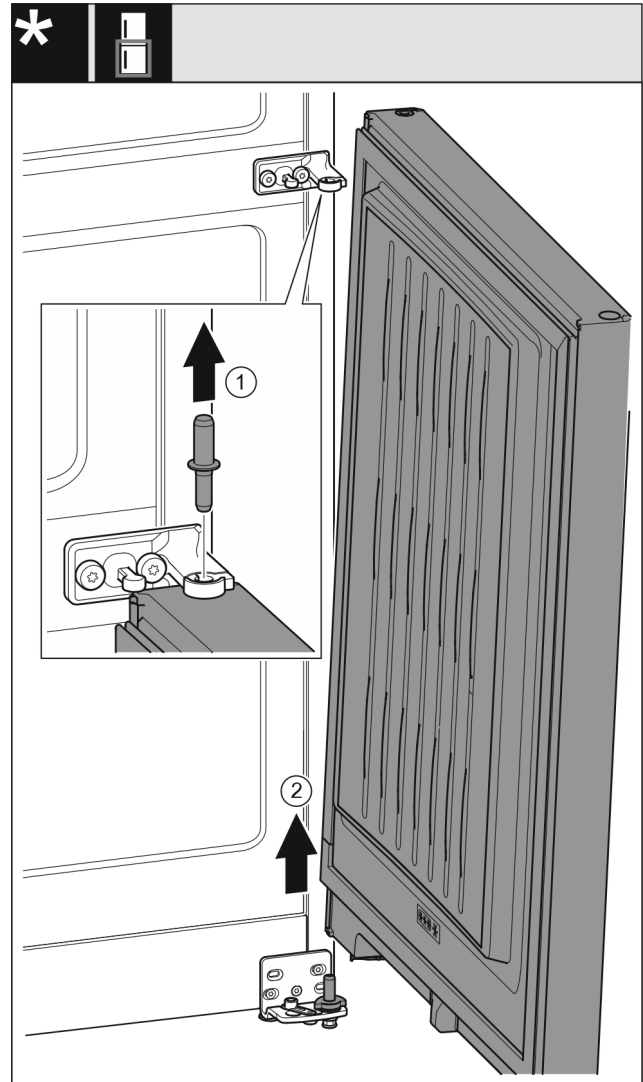

Fig. 8
- ▶ Bolzen nach oben herausziehen. *Fig. 8 (1)*
- ▶ Tür herausschwenken, nach oben ziehen und beiseite stellen. *Fig. 8 (2)*